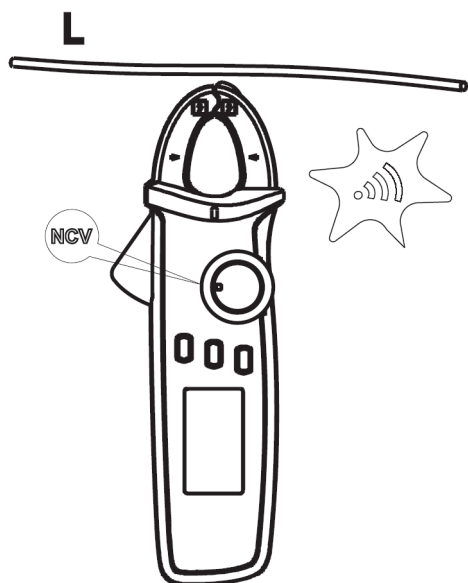

Рис.7
8.4. Бесконтактные измерения электрического поля (NCV – рис.7)